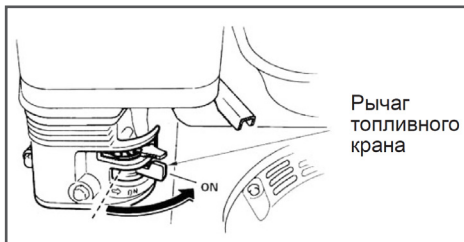

Рис.18 Открытие топливного крана
1. Откройте топливный кран, переместив рычаг топливного крана в рабочее положение(ON) Рис.18.